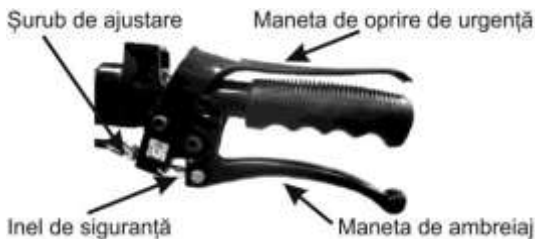

Fig. 23
- Maneta de ambreiaj este folosită pentru a controla cutia de viteze. În circumstanțe normale trebuie să fie dezactivat. Când motorul pornește sau se schimbă viteza, este necesar să apăsați maneta pentru a proteja cutia de daune. Vezi Fig.23.
- Maneta de oprire de urgență este folosită pentru a controla combustibilul. În condiții de muncă maneta trebuie să fie apăsată. Dacă nu este apăsată motorul se va opri. Vezi Fig.23.
- Este foarte important să învățați să folosiți maneta de ambreiaj și cea de oprire de urgență. Prima dată trebuie să apăsați maneta de oprire de urgență. După care apăsați maneta de ambreiaj și o blocați cu inelul de siguranță. Vezi Fig.23.
- Reglarea ambreiajului: reglați-l fără să îl porniți. Eliberați maneta de ambreiaj și acționați ușor demarorul motorului, apoi axul de ieșire trebuie să se învârtă. În caz contrar, rotiți șurubul de reglare înăuntru. Apăsăți maneta de ambreiaj și fixați-o cu inelul de siguranță apoi acționați ușor demarorul motorului, iar apoi axul de ieșire ar trebui să nu se mai rotească. În caz contrar, rotiți șurubul de ajustare în afară. Vezi Fig.23 și 24.
- Atenție: Trebuie acționat ambreiajul când se schimbă vitezele în timpul procesului de lucru! Vezi Fig.23.
6. Apăsați maneta de oprire de siguranță și prindeți maneta de ambreiaj. Fig.23.
- Metoda simplă de oprire a motorului în caz de urgență: Eliberați mânerul de oprire de siguranță. Vezi Fig.23.